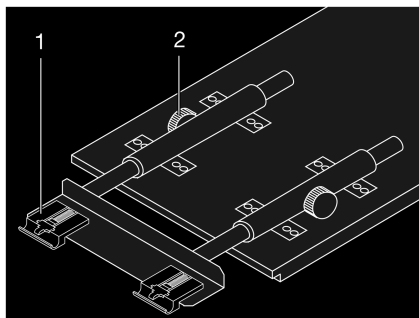

Fig. 71 Agrandir la table suspendue
- Desserrer les vis moletées (Fig. 71,2).
- Soulever légèrement le plateau de table à l'avant et l'extraire jusqu'à la butée. La rallonge de table (Fig. 71,1) est complètement sortie.
- Soulever légèrement le plateau de table à l'avant et le repousser jusqu'à la butée. La rallonge de table (Fig. 71,1) est complètement rentrée.